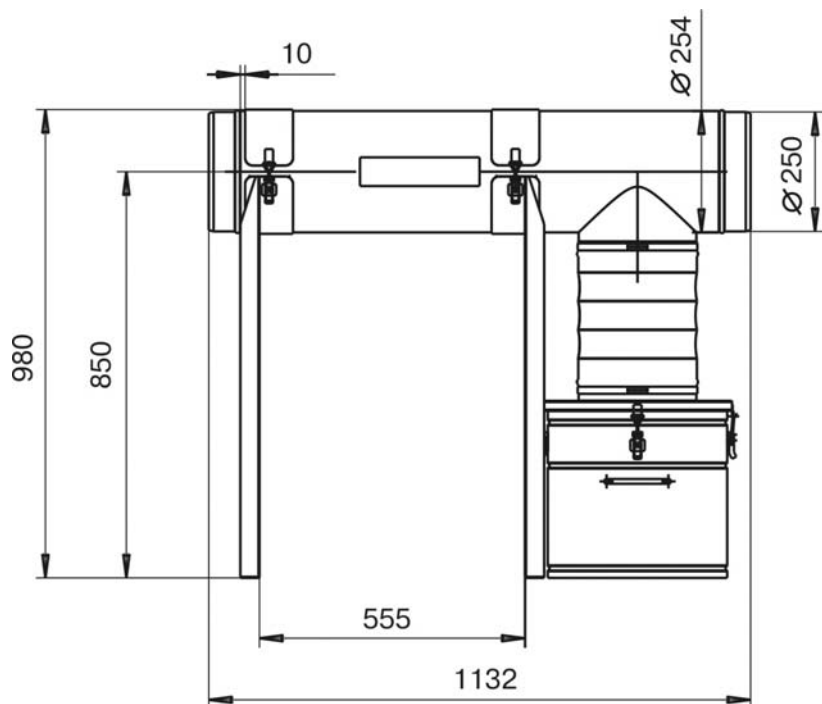

Рисунок 2.2
- 2.4. Габаритные и присоединительные размеры циклона ЦП-2500 на опорах приведены на рис. 2.2.